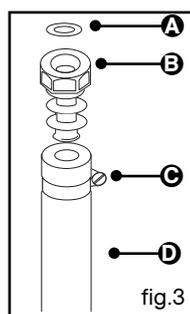

fig.3
- soit, dans le cas d'une installation existante, par tube souple d'un diamètre intérieur de 6 mm (fig.3) monté sur un about approprié équipé de colliers de serrage à ses deux extrémités.
- soit, dans le cas d'une installation existante, par tube souple d'un diamètre intérieur de 15 mm (fig.3) monté sur un about approprié équipé de colliers de serrage à ses deux extrémités.
- Tracez une ligne sur la plaque d'âtre à l'aide d'un crayon de papier à l'endroit indiqué (fig. 3).